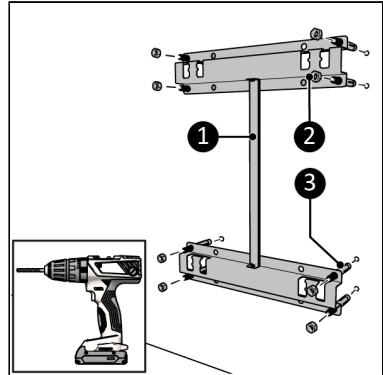

Abbildung 58.
3. Platzieren Sie die Ankerbolzen (Abbildung 58, Pos. 3).
4. Befestigen Sie die Wandhalterung (Abbildung 58, Pos. 1) mit den acht Muttern (Abbildung 58, Pos. 2) an der Wand.